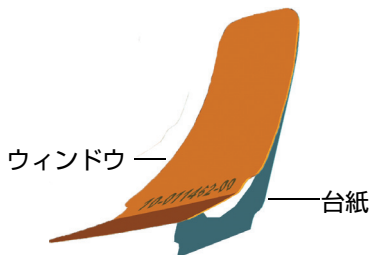

図 4-2 測定ウィンドウを台紙から剥がす
1. ウィンドウを台紙から完全に剥がします（98ページの図4-2参照）。